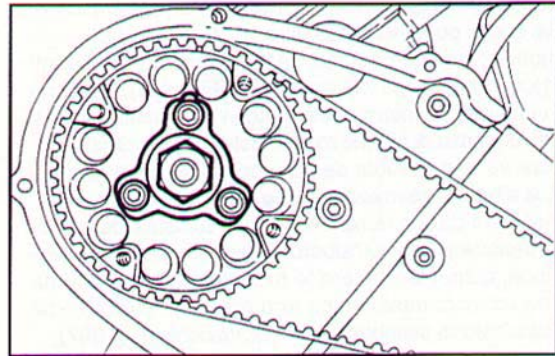

Fig. 300 ▲
- riportare il cilindro n° 1 al PMS, quindi allentare il dado e le tre brugole di fissaggio del mozzetto puleggia, per permettere una rotazione relativa fra la puleggia e il mozzetto puleggia asolato (**Fig. 300**);
- bring cylinder no. 1 back to TDC, slacken the nut and the three Allen screws securing the pulley hub, to allow the pulley and pulley slotted hub to rotate with respect to each other (**Fig. 300**);